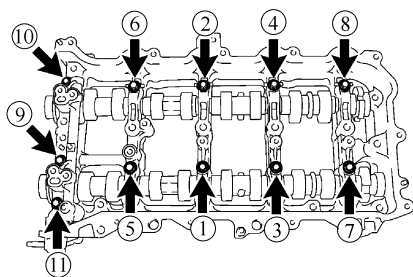

图 1-164 安装凸轮轴轴承盖螺栓
① 清洁凸轮轴轴颈、凸轮轴壳和轴承盖。
② 在凸轮轴轴颈、凸轮轴壳和轴承盖上涂抹一薄层发动机机油。
③ 将 1 号和 2 号凸轮轴安装到凸轮轴壳上。
① 确认凸轮轴轴承盖上的标记和编号并将其分别置于正确的位置和方向。
② 按图 1-164 中数字所示顺序安装 11 个螺栓。